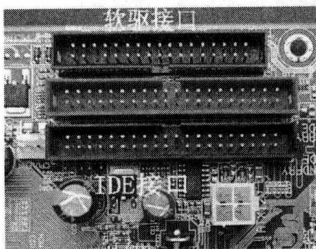

图 1-11
- ① 每个 IDE 口都可以有（而且最多只能有一个）Master 盘（主盘，用于引导系统）。
- ② 当两个 IDE 口上都连接有设置为 Master 时，老主板通常总是尝试从第一个 IDE 口上的主盘启动。而现在的主板一般都可以通过 CMOS 的设置，指定哪一个 IDE 口上的硬盘是启动盘。
- ③ ATX 电源在关机状态时仍保持 5V 电流，所以在进行零配件安装、拆卸及外部电缆线插拔时必须关闭电源接线板开关或拔下机箱电源线。
- ④ 有些机箱的驱动器托架安排得过于紧凑，而且与机箱电源的位置非常靠近，安装多个驱动器时比较费劲。所以建议先在机箱中安装好所有驱动器，然后再进行线路连接工作，以免先安装的驱动器连线挡住安装下一个驱动器所需的空間。
- ⑤ 为了避免因驱动器的震动造成的存取失败或驱动器损坏，建议在安装驱动器时在托架上安装并固定所有的螺丝。
- ⑥ 为了方便安装及避免机箱内的连接线过于杂乱无章，在机箱上安装硬盘、光驱时，连接与同一 IDE 接口的设备应该相邻。
- ⑦ 电源线的安装是有方向的，方向反了插不上。
- ⑧ 考虑到以后可能需要安装多个硬盘或光驱，攒机前最好准备两条 IDE 设备信号线（俗称“排线”），每条线带有 3 个接口（一个连接主板 IDE 端口，另外两个用来连接硬盘或光驱）。为了避免机箱内的连接线过于杂乱无章，“排线”上用于连接硬盘/光驱的接口应尽量靠近。
- ⑨ 在同一个排线 IDE 口上连接两个设备时，一般的原则是传输速度相近的安装在一起，硬盘和光驱应尽量避免安装在同一个 IDE 口上，如图 1-11 所示。